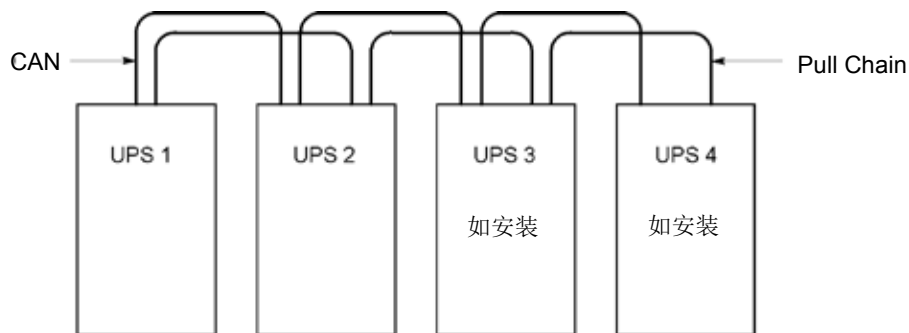
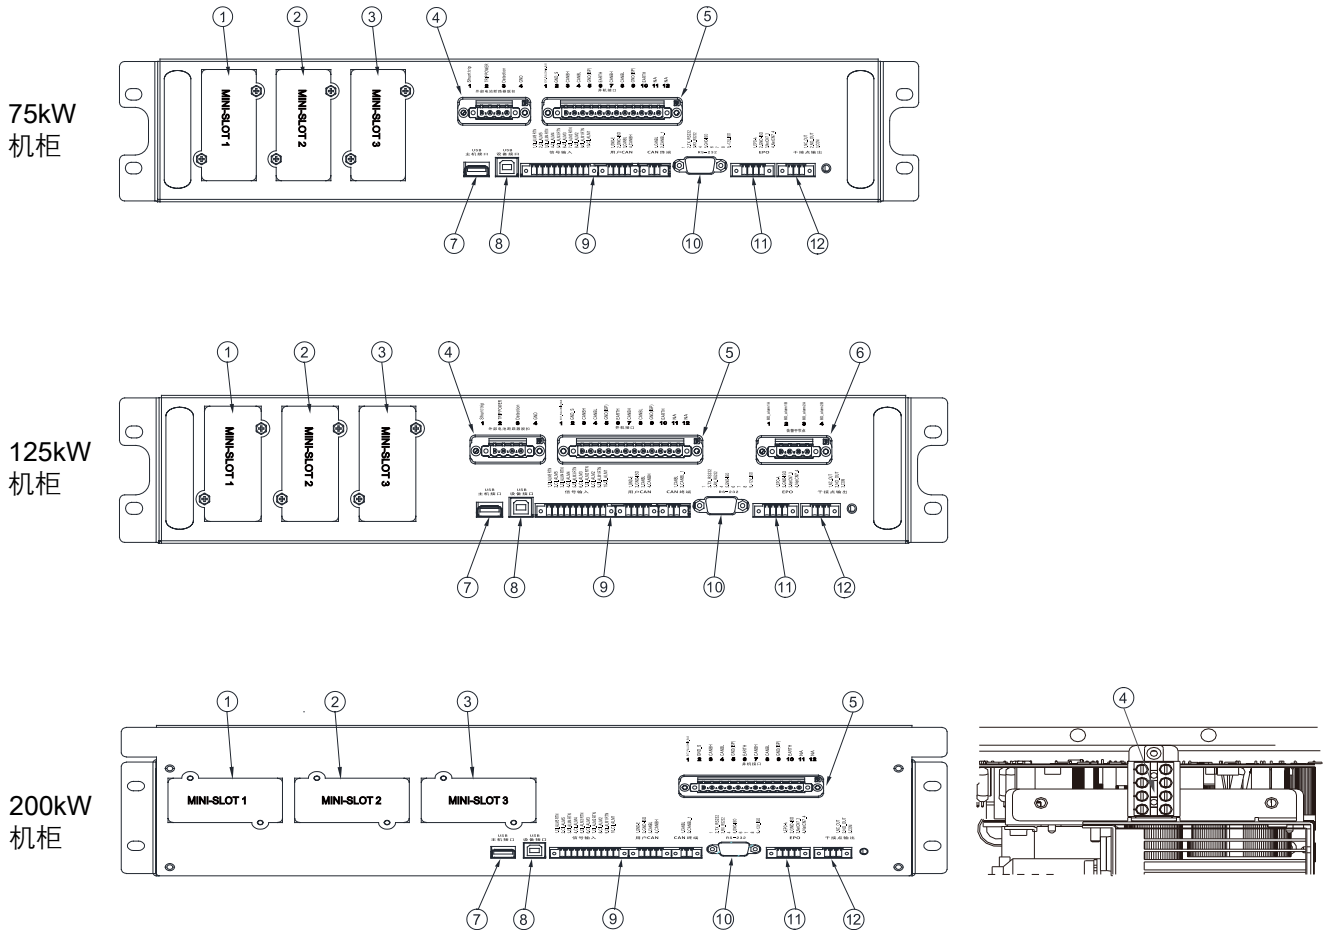

图4-20：并机UPS系统的CAN和Pull-Chain的简化配线
图5-1：通信接口
详细连接器位置请参见图 5-1：通讯接口。
电池断路器信号线可从 UPS 机柜顶部进线，最后走线至 UPS 前上部并锁于 UPS 前部模块前端的外部电池断路器控制信号端子上（参见图 5-1）。其中 1、2 脚为电池断路器脱扣信号连接点，3、4 脚为电池断路器跳脱侦测信号连接点。
位置请参见图 5-1 通讯接口。此输出信号有常开或常闭两种状态。极性的选择是由跳线的连接来控制。
2. 外部并机控制信号的连接是一个 12pin 的端子排, 此通讯接口位置见图 2-2 至图 2-6 和图 5-1, 接线示意图见图 4-20;